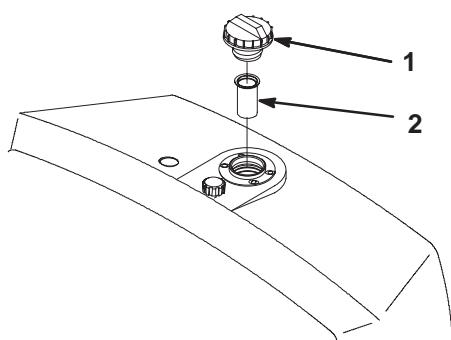

Figure 21
2. Sortez le bouchon du réservoir et vérifiez le niveau d'huile. L'huile doit arriver au bas de la crêpine dans le goulot de remplissage (Fig. 21).